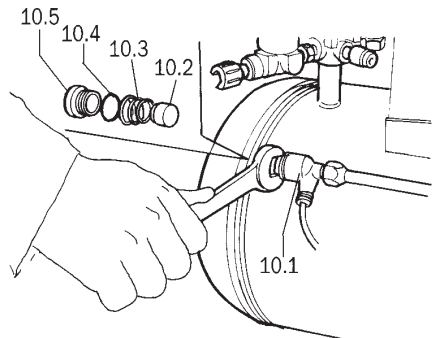

fig. 10
**Funcionamiento incorrecto de la válvula de escape del presóstato (fig. 10).**
**A - Escapes en la válvula de retención 10.1 (fig. 10).**